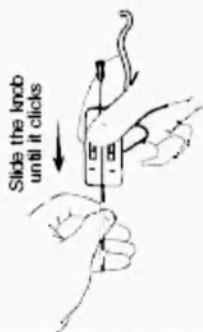

Рис. 3
2. Закрепите электрод с коннектором, скользя по крышке тестового кабеля к электроду, пока не услышите щелчок и электрод не зафиксируется на месте (см.Рис.3). Убедитесь, что электрод полностью введен в коннектор.
4. Зажмите электрод щипцами с резиновыми наконечниками, и проведите его через открытую связку, убедившись, что контакты направлены к твердой мозговой оболочке (см. Рис.3).